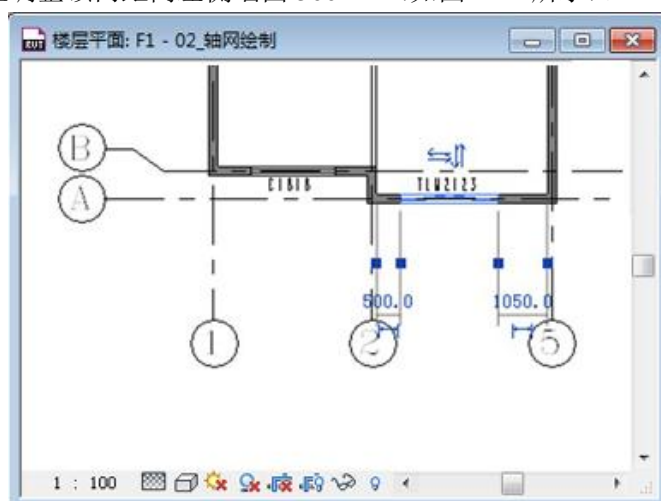

图 2-24
- 6) 同样的方法以“M\_推拉门\_双开”, 为基础, 在其类型属性对话框中复制新的类型“TLM2123”, 并设置高度为“2300”, 宽度为“2100”, 并放置在下图中的位置上, 通过临时尺寸标注调整该门距离左侧墙面 500mm (如图 2-24 所示)。